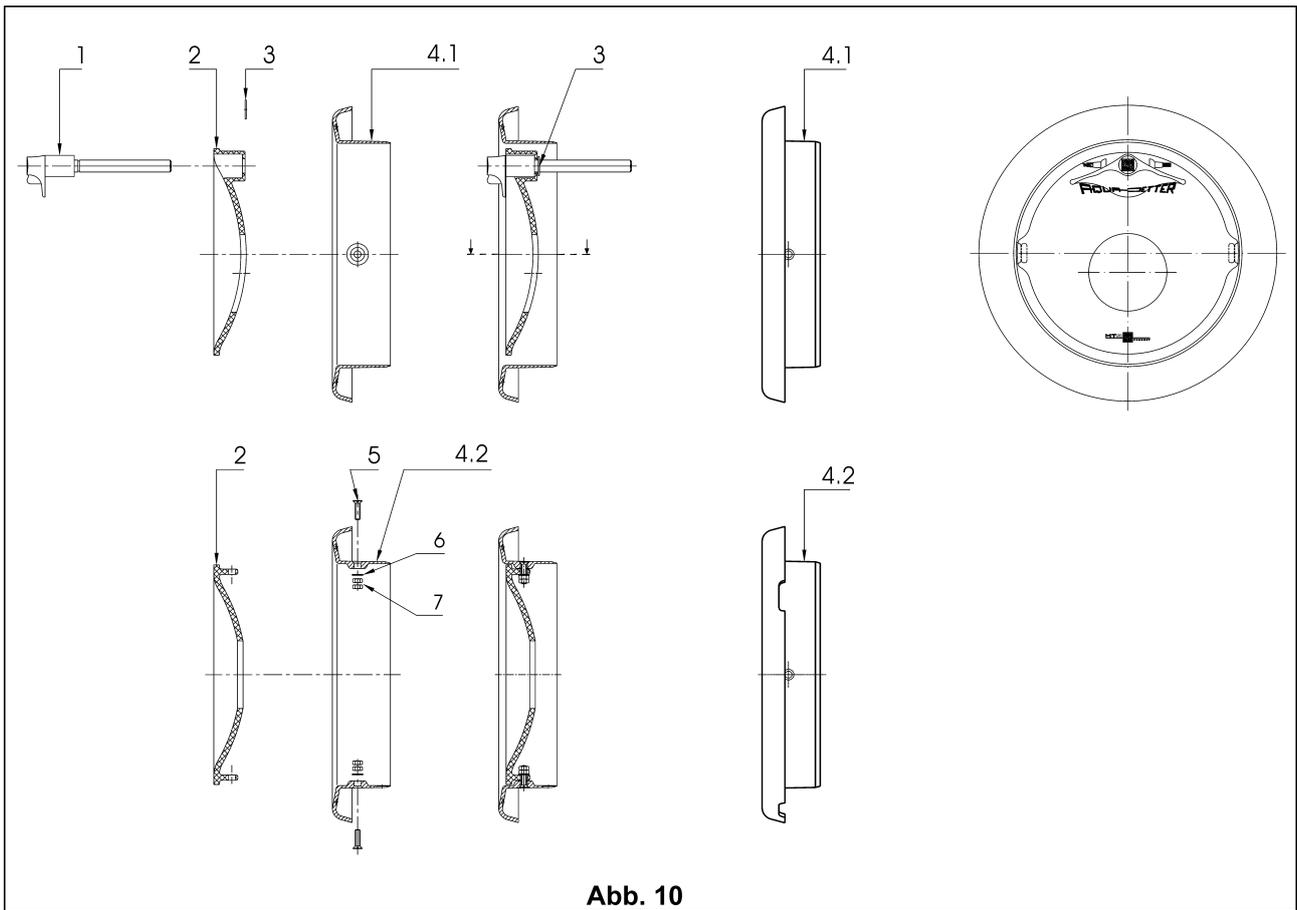

Abb. 10
6.3 Aqua-Jetter – Blenden (Abb. 10)